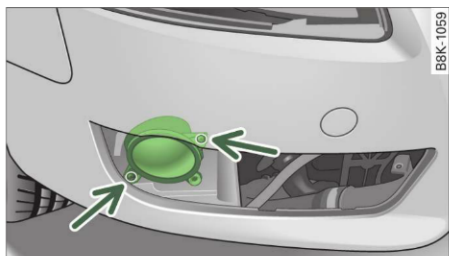

Fig. 270 Șuruburile de fixare ale farului de ceață
- Desfaceți cele două șuruburi de fixare ⇒ fig. 270 și trageți proiectorul de ceață din bara de protecție.